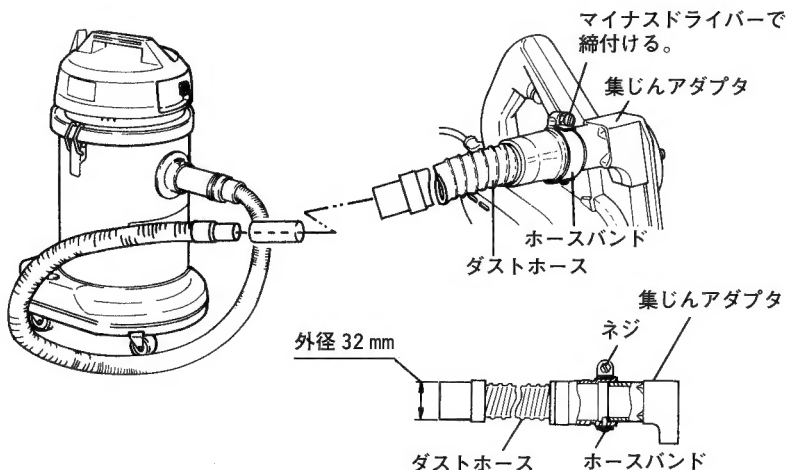

図 26
取付け後、ネジをマイナスドライバーで締付けます。(図26)
- (2) ダストホースの反対側 (外径32mm) を集じん機のホースに差し込み、接続します。(図26)